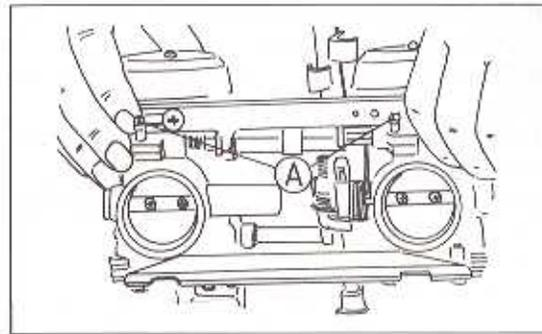

Bild 69
- Die Betätigungsschiene der Startvorrichtungen montieren (Bild 69).